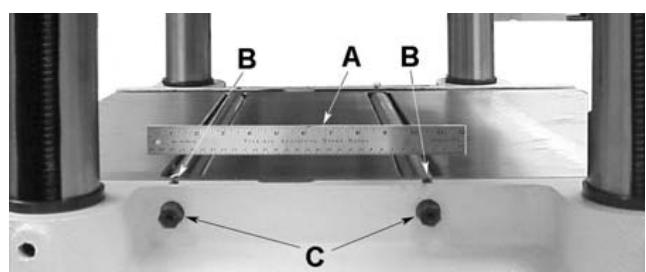

Рис. 16
Настройка роликов стола (см. рис. 16):
2. С левой или правой стороны положите стальную линейку или брусков на оба ролика (А, рис. 16).